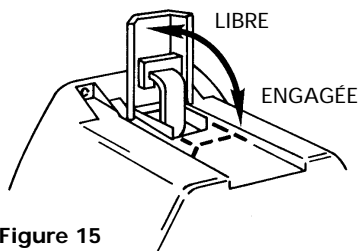

Figure 15
Soulevez la manette d'embrayage en position "Libre" de la manière indiquée à la Figure 15. S'il y a une charge sur le câble, il est possible qu'il soit difficile de déplacer la manette d'embrayage. **NE FORCEZ PAS LA MANETTE D'EMBRAYAGE.** Relâchez la tension du câble en le remuant un peu pour sortir un peu de câble. Désembraiez l'embrayage, déroulez le câble en tirant et attachez-le à l'ancre ou à la charge. Vérifiez qu'il reste un minimum de cinq (5) tours de câble sur le tambour. Engagez à nouveau le tambour en remettant la manette d'embrayage en position "engagée" (Fig. 15).